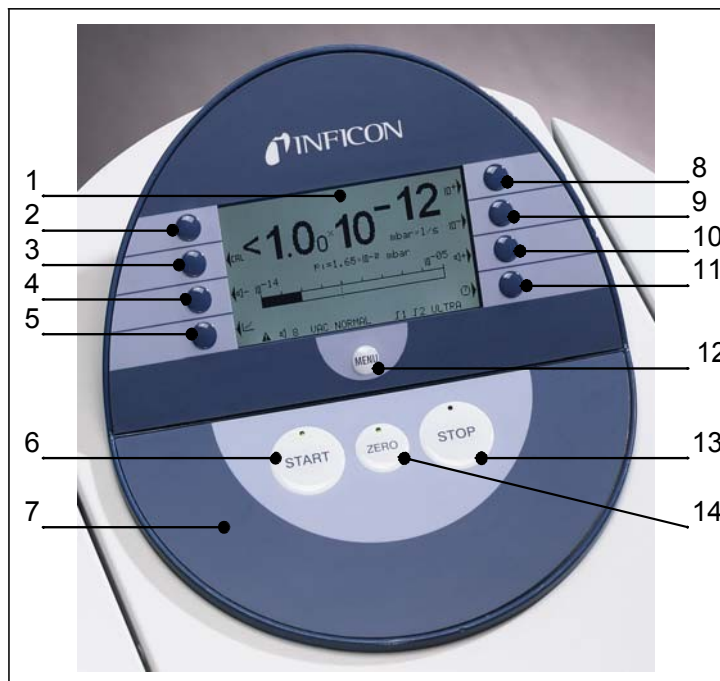

Рис. 4-2: Панель управления
На **панели управления** (рис. 4-2/7) расположен жидкокристаллический экран (LC Display), кнопки START, STOP, ZERO и MENU, а также восемь multifunctional кнопок для вызова различных меню и ввода данных.
**ЖК экран** (рис. 4-2/1) служит интерфейсом взаимодействия оператора с прибором. На нем отображаются интенсивности течей, отчет о текущем состоянии прибора, сообщения, предупреждения и ошибки.
При нажатии кнопки **START** (рис. 4-2/6) происходит запуск процедуры измерения течеискателем UL5000. Если в режиме измерения еще раз нажать кнопку START, включится индикатор максимальной интенсивности течи (функция удержания (hold)). Этот индикатор показывает максимальную интенсивность течи с момента нажатия кнопки START и до нажатия кнопки STOP.
При нажатии кнопки STOP (рис. 4-2/13) происходит прерывание процедуры измерения. Если эту кнопку нажать и удерживать дольше, произойдет вентилирование впускного канала в соответствии с условиями, заданными в меню **Vent delay** (задержка вентиляции). Порядок выбора временных параметров вентиляции представлен в подразделе 6.6.1.2 «Задержка вентиляции».
При нажатии кнопки ZERO (рис. 4-2/14) происходит включение функции установки нуля.
Нажатие кнопки MENU (рис. 4-2/12) в любом режиме работы прибора приводит к появлению на экране меню выбора.
Функция восьми многофункциональных кнопок (рис. 4-2/2 ... /5 и /8 ... /11) зависит от текущего меню. Только кнопки 1 и 8, как правило, имеют функции *Back/Cancel* (Назад/Отмена/) (кнопка № 1) и *OK* (кнопка № 8.).
- Многофункциональная кнопка № 1 (рис. 4-2/2) - *Cancel* (Отмена).
- Многофункциональная кнопка № 8 (рис. 4-2/11) - *OK*.